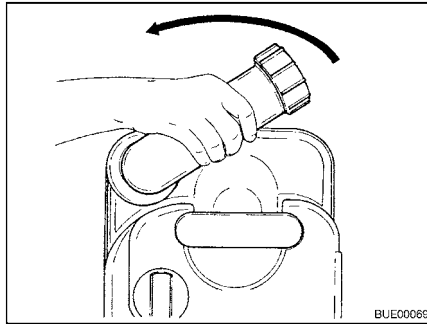

Bild 289 Vrid tömningsröret
- Vrid tömningsröret uppåt (Bild 289).